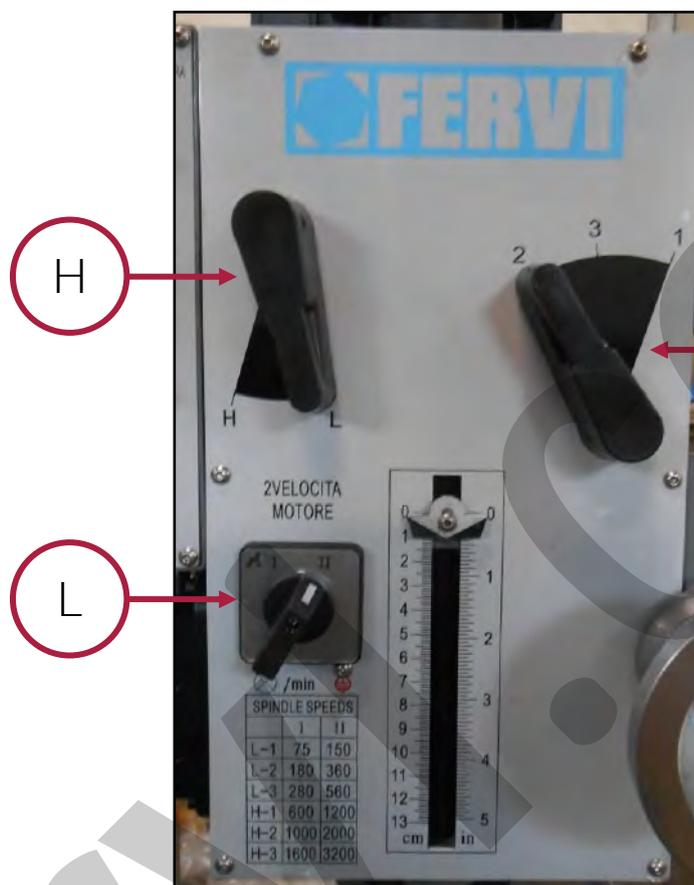

Figura 8 – Regolazione velocità.
- Le leve (rif. H e I in Figura 8) del cambio di velocità ad ingranaggi;
Per regolare la velocità nel **Trapano fresa ad ingranaggi**, spostare le leve H e I nella posizione desiderata, secondo quanto riportato nella targa delle velocità del mandrino ubicata sotto il selettore L (Figura 6 e Figura 8).
1. Posizionare il selettore rotativo della velocità del motore su I (rif. L in Figura 8);
Ricordate sempre di impostare la corretta velocità di rotazione del motore elettrico tramite il selettore rotativo presente nel quadro comandi (rif. L in Figura 8).
La regolazione graduata (micrometrica) del mandrino si esegue agendo sul relativo volantino (Figura 12), e verificando l'altezza da impostare tramite l'indicatore sulla scala graduata presente nella parte anteriore della testata (Figura 8).